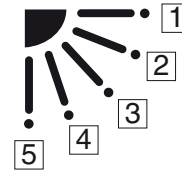

Fig. 7-11
* Impostazione " **YYYY** " (vedere la Fig. 7-11)
Quando si regola l'orientamento su **4** o **5** e l'unità si trova nel modo di raffreddamento o di essiccazione dell'aria il deflettore si porta su **3** ed essa inizia ad operare. (come mostra la Fig. 7-11)
Quelli non impostati si orientano secondo **1**. (come mostra la Fig. 7-11)